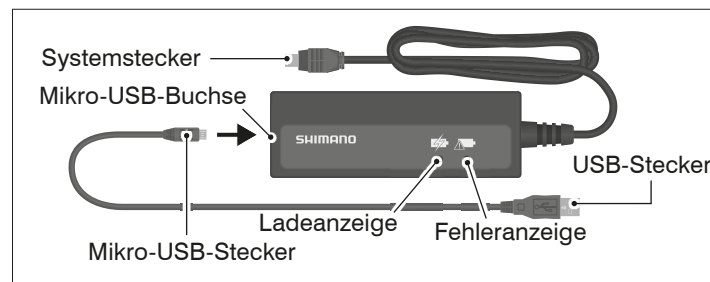

Abb.: A-1 Ladeadapter der Gangschaltungen vom Typ „Di2“.
5. Stecken Sie den USB-Stecker des Ladeadapters in die USB-Buchse des USB-Ladegerätes (siehe Abb.: A-1).